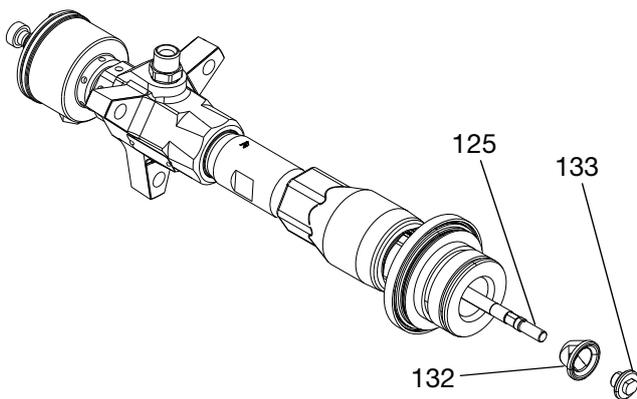

图 45
39. 将铲活塞（132）滑到下部轴组件（125）上。为下部轴组件的螺纹涂上螺纹密封剂，然后拧紧铲螺母（133）。参见图 45。扭矩值见以下规格：